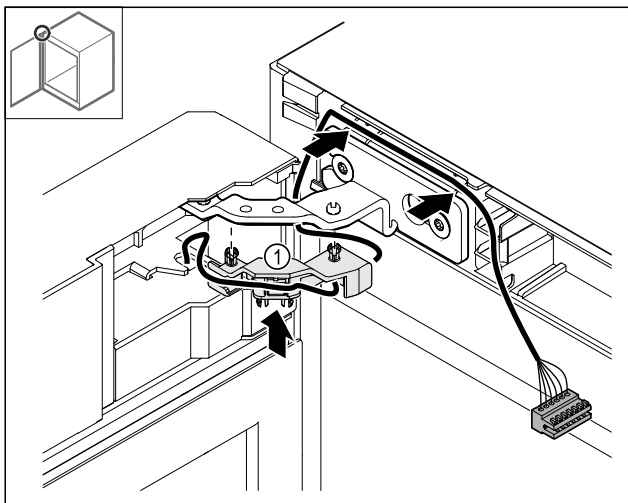

Fig. 49
- ▶ Zatláčte držiak kábla Fig. 49 (1) do závesu.